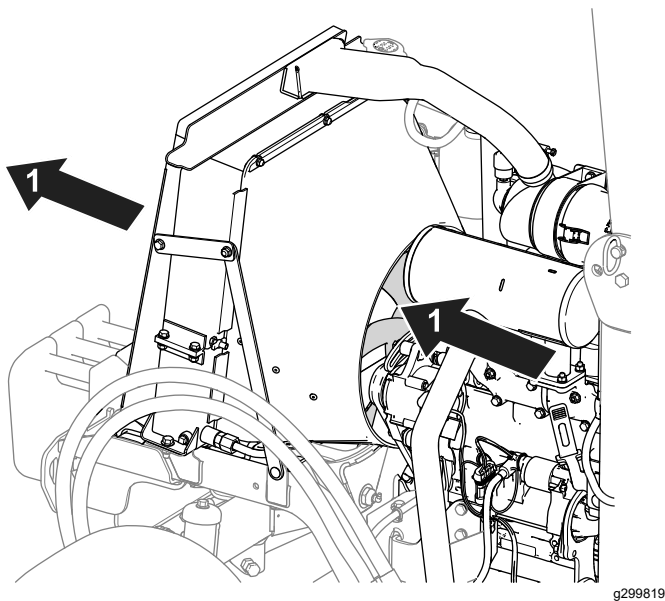

Figure 69
- Nettoyez les ailettes du radiateur à l'air comprimé. Dirigez l'air de l'intérieur vers l'extérieur de la machine (Figure 69).